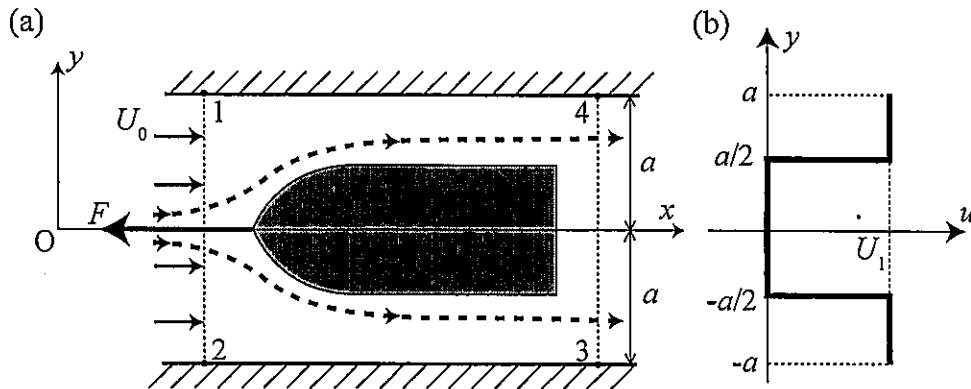

図 2-1
I. 2 枚の平行平板の間が静止流体で満たされ、その中心線上において、物体が外力 F により一定速度 U_0 で牽引されている。 x 軸と y 軸を図 2-1(a) に示すように定義する。流れ場は 2 次元であり、中心線 $y = 0$ に対して上下対称である。流れは非圧縮性とし、定常である。流体の密度を ρ とする。平行平板間の距離を $2a$ とする。図 2-1 (a) の点線で示すような、物体とともに移動する y 方向高さが $2a$ の検査体積 1-2-3-4-1 を考える。境界 1-2 は物体から十分前方に位置しており、境界 1-2 上では、圧力は $p = P_0$ (一定)、 x 方向速度は $u = U_0$ (一定) である。また、図 2-1 (b) に示すように、境界 3-4 における x 方向速度 u は、 $0 \leq |y| < \frac{a}{2}$ では $u = 0$ であり、 $\frac{a}{2} \leq |y| \leq a$ において $u = U_1$ とする。2 枚の平板に生じる境界層は無視してよい。紙面垂直方向には単位長さを考える。以下の設問に答えよ。
ただし、図 2-1(a) に示すような流線に沿って流れる流体の損失は無視してよい。